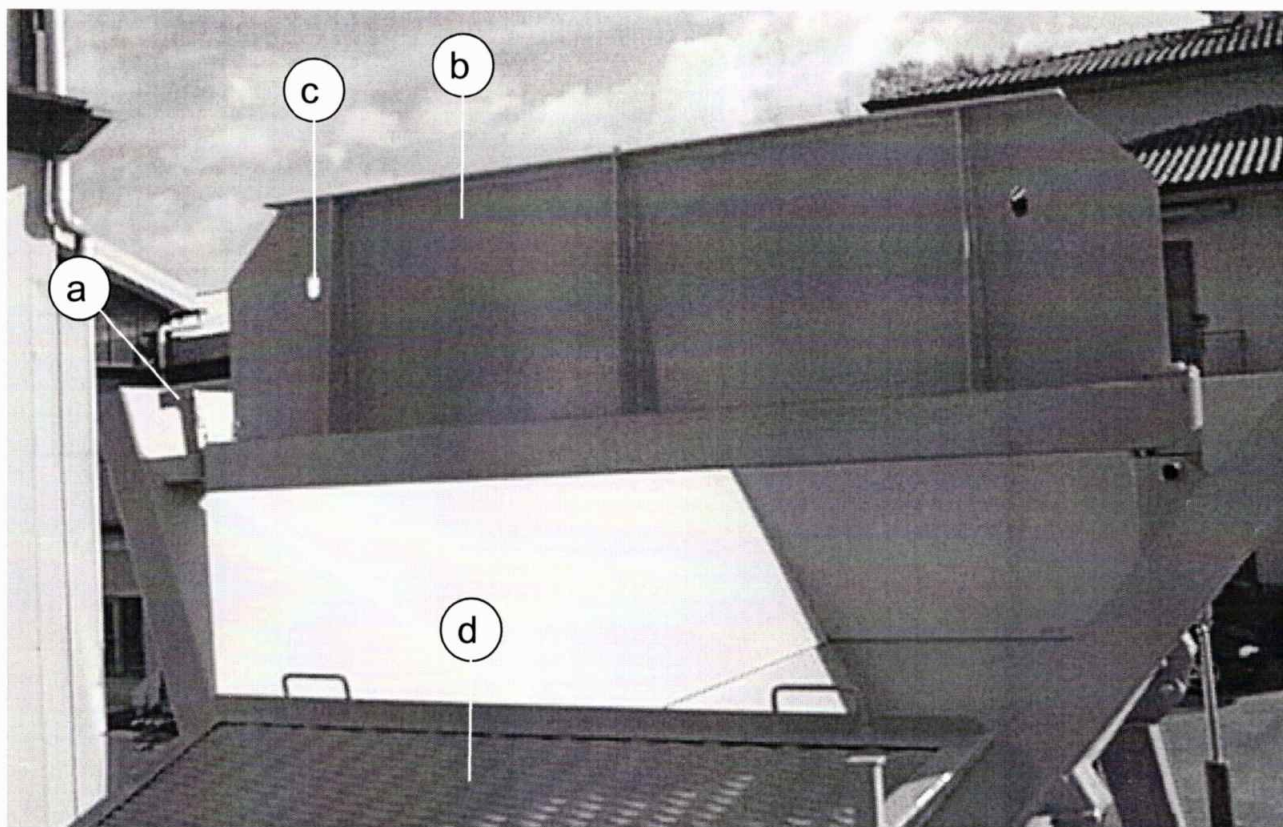
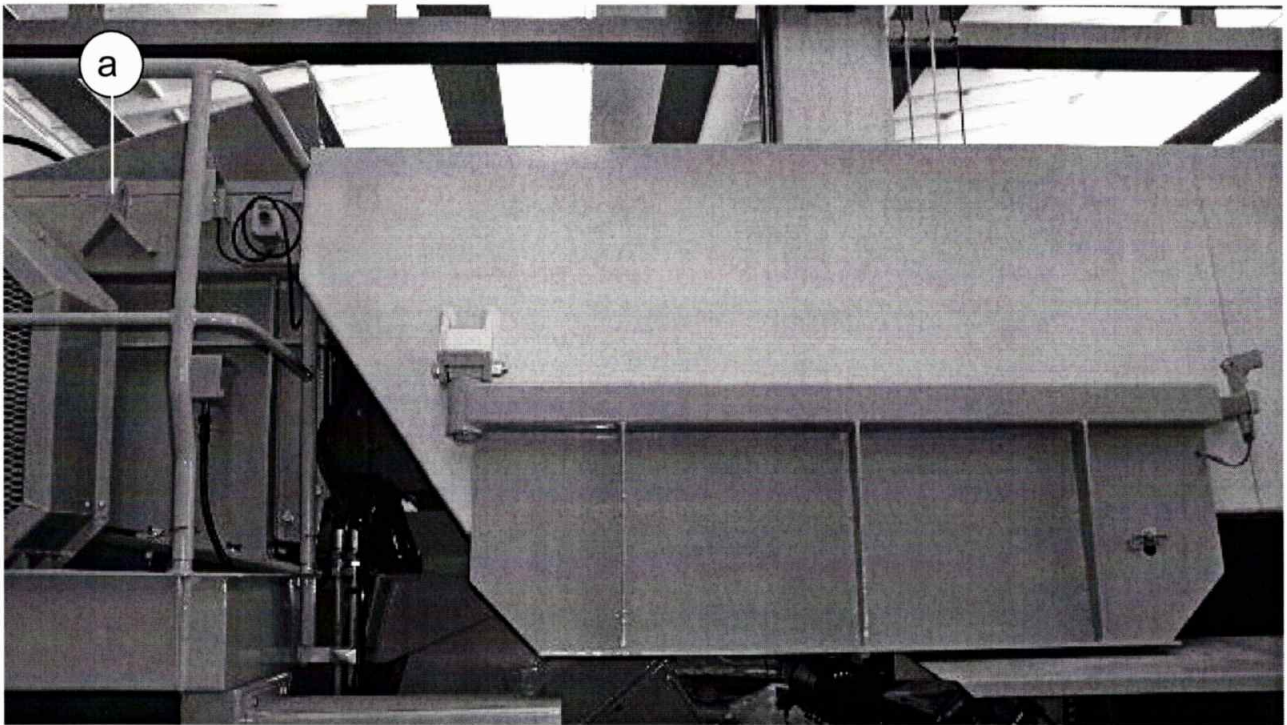

fig. 4.2.3
fig. 4.2.5
- 1) sfilare il cuneo di bloccaggio (indicato dal particolare (a) di fig. 4.2.3) della traversa girevole (indicata dal particolare (b) di fig. 4.2.3);
- 4) bloccare la traversa con l'apposita staffa di fissaggio inserita in un foro della sponda laterale e sull'asola indicata dal particolare (c) di fig. 4.2.3, come mostrato in fig. 4.2.5;
- n) **Nel caso in cui si voglia caricare la macchina sollevandola con la gru,** è necessario aprire la protezione della tramoggia del frantoio ed agganciare le catene di sollevamento nelle due apposite staffe che sono indicate, su di un lato della macchina, dal particolare (a) di fig. 4.2.5. Sollevare lentamente per non sbilanciare il carico.